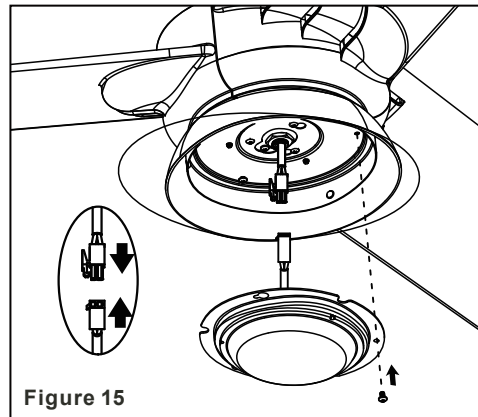

Figure 15
**Étape 2 :** Rentrez soigneusement les fils dans le kit d'éclairage. Alignez les trois trous ronds du kit d'éclairage sur le boîtier du commutateur. Serrez fermement à l'aide de 3 vis (Fig. 15)